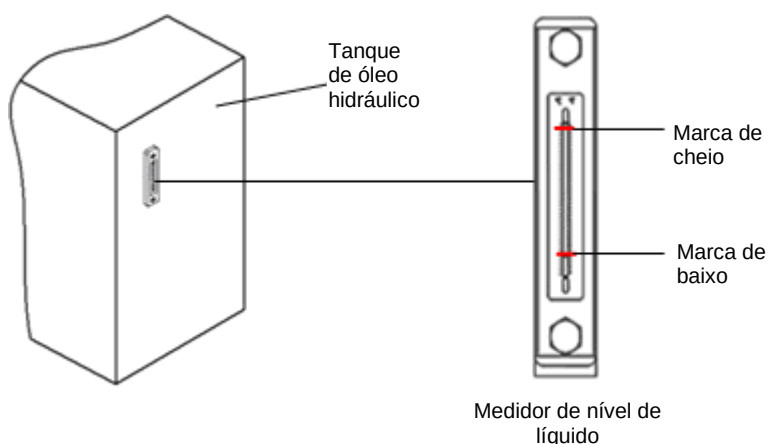

Figura 03 – 01
- 1) Monitore o nível do óleo hidráulico no medidor de nível de líquido da superestrutura e do chassi para verificar se está entre as marcas de cheio e baixo, conforme a Figura 03 – 01.